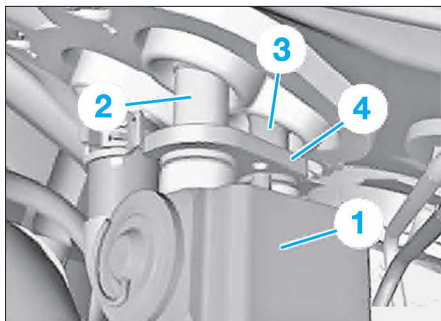

FIG. 24
- positionner le détendeur (1) exactement sur les conduites de frigorigène (2) et (3). Positionner les vis du détendeur (1) en veillant au positionnement correct de l'agrafe de fixation (4) (Fig.24). Serrer les vis à 0,8 daN.m.